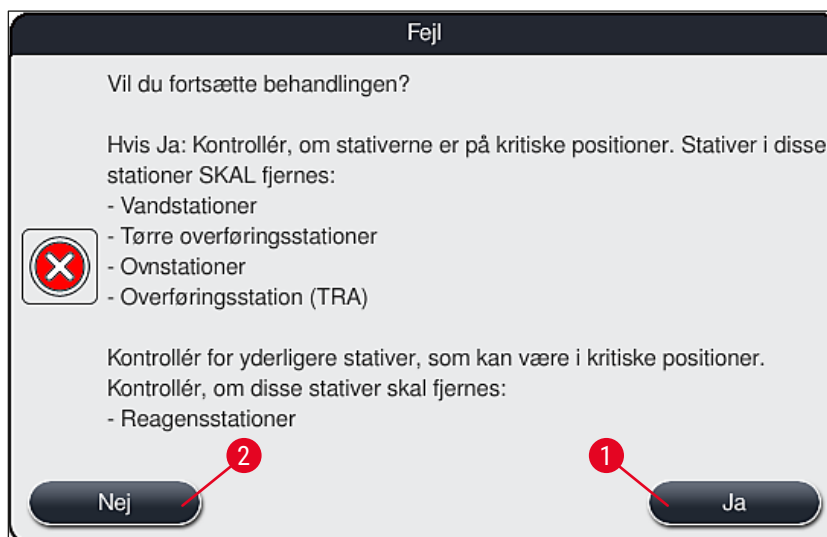

Fig. 110
4. Derefter kan brugeren vælge, om farvningsprocessen skal genoptages (→ S. 137 – 8.2.2 Genoptagelse af farvningsprocessen efter et strømsvigt) eller annulleres (→ S. 138 – 8.2.3 Annullering af alle farvningsprocesser efter et strømsvigt) (→ "Fig. 110").
2. Fjern de kritiske stativer fra instrumentet i overensstemmelse med den forrige informationsmeddelelse (→ "Fig. 110"), og bekræft, at de fjernes, ved at trykke på den pågældende station (→ "Fig. 111-1") på skærbilledet.
Annulleringen af farvningsprocessen og returnering til den foregående valgmenu (→ "Fig. 110") kan fortrydes ved at trykke på knappen **Annuller** (→ "Fig. 112-2").